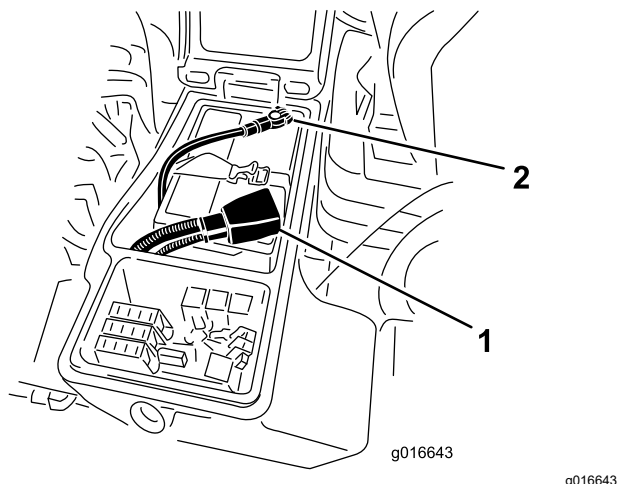

Figure 60
6. Raccordez le câble positif (rouge) de la batterie à la borne positive (+) et le câble négatif (noir) à la borne négative (-) (Figure 60).